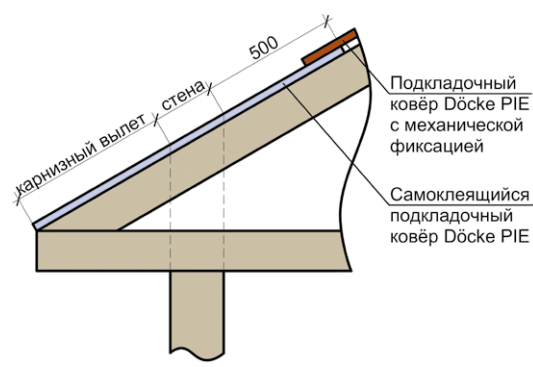
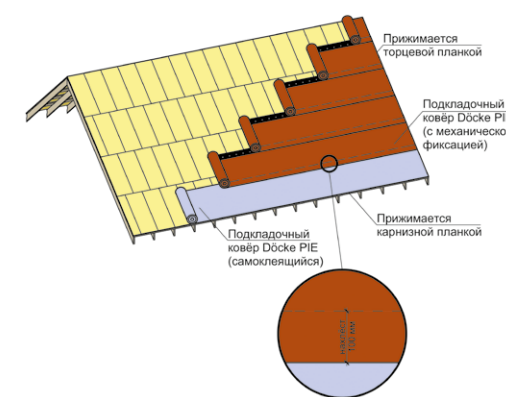

Рис. 8. Схема укладки самоклеящихся подкладочных ковров на карнизный свес.
Рис. 10. Схема расположения подкладочного ковора Döcke (последовательность укладки полотен в соответствии с п. 4.1.2).
4.1.3 В ендову и вдоль карнизного свеса рекомендуется укладывать самоклеящийся подкладочный ковёр Döcke. Величина карнизного свеса равна величине карнизного вылета плюс часть ската над стеной плюс 500 мм (рис. 8). Оставшуюся поверхность скатов допускается укрывать подкладочными коврами Döcke с механической фиксацией (рис. 10, рис 12). Также допускается монтаж самоклеящихся подкладочных ковров Döcke по всей площади кровли.
4.1.8 Крепёж подкладочного ковора – тип 1 (таблица №1). Схема крепления полотен подкладочных ковров Döcke показана на рис. 10. Самоклеящиеся ковры Döcke вдоль карниза снизу прижимаются карнизными планками (п. 5).